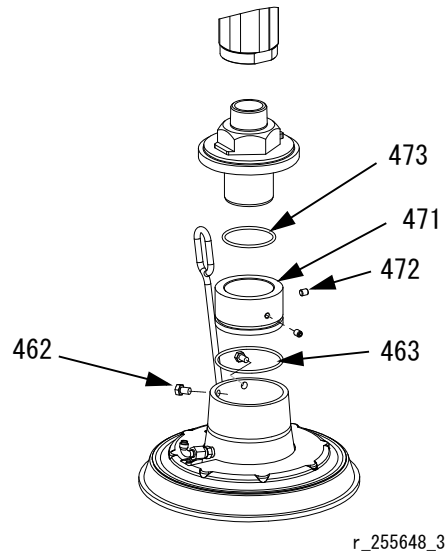

図 19: 20、30、および 60 リットル取り付けキット
20、30 または 60 リットルプラテンを取入用アダプター付きポンプに取り付ける前に、2 個のネジセットを使って、取り付けキット 257630 のアダプターおよび O リングを取り付けます。図 19 を参照してください。